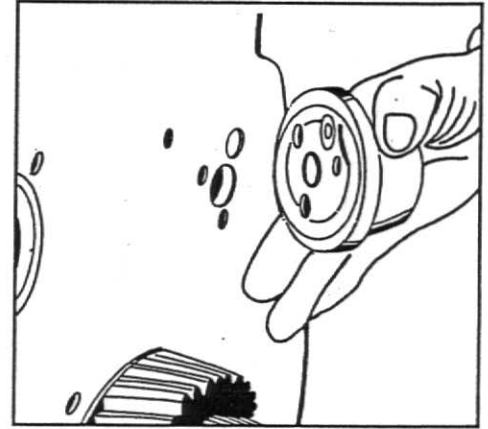

Fig. 11
3. Monte o eixo da engrenagem intermediária, posicionando corretamente o seu furo de lubrificação, fig.11.